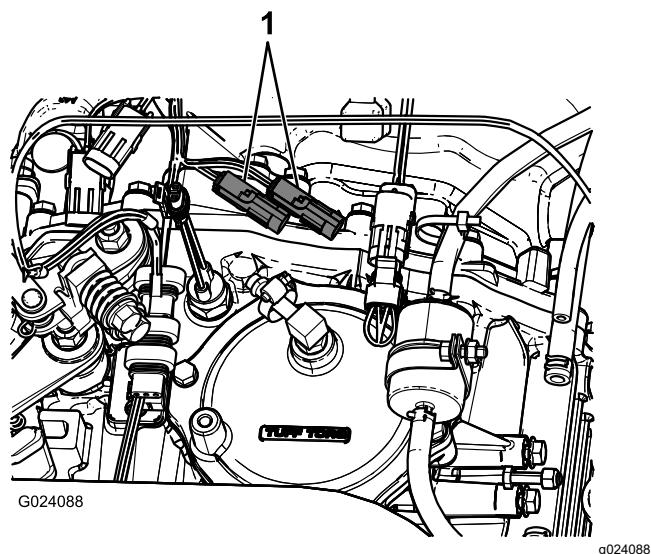

Figura 16
- Na transmissão da máquina, ligue o conector de três pinos da cablagem da máquina para o sensor de velocidade ao conector de 3 tomadas da cablagem do pulverizador para o sensor de velocidade (Figura 16).